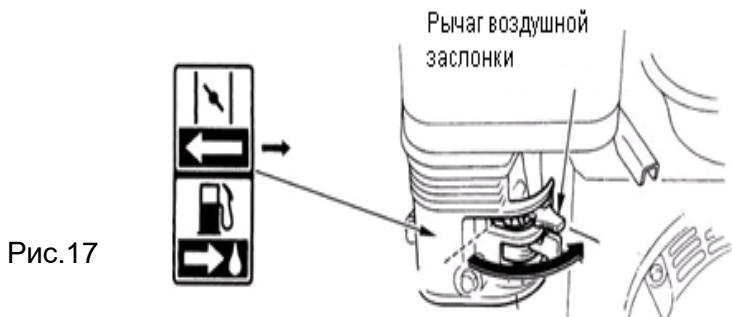

Рис.17
1. Установите обороты холостого хода двигателя, переместив рычаг воздушной заслонки вправо (см. рис. 17).